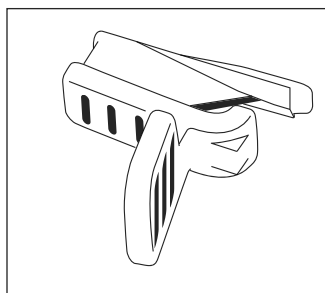

Figure 17
4. Remplacez la lame. (Voir Figure 17)